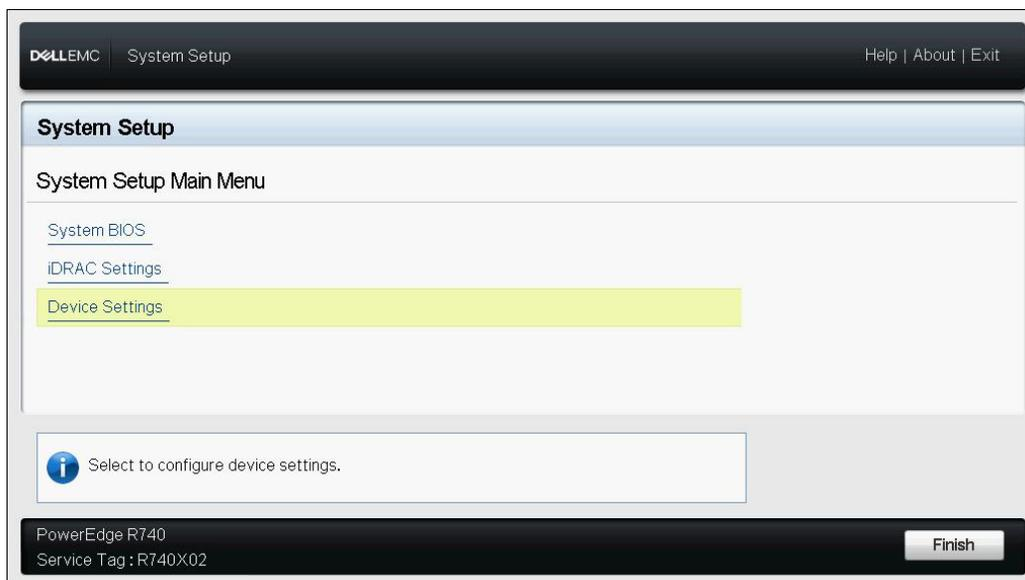

Abbildung 10-1. Systemeinstellung: Auswählen der Geräteeinstellungen
2. Drücken Sie die OEM-Abkürzungstaste, um die Systemeinstellung (Abbildung 10-1) aufzurufen. Auch bekannt als UEFI HII.